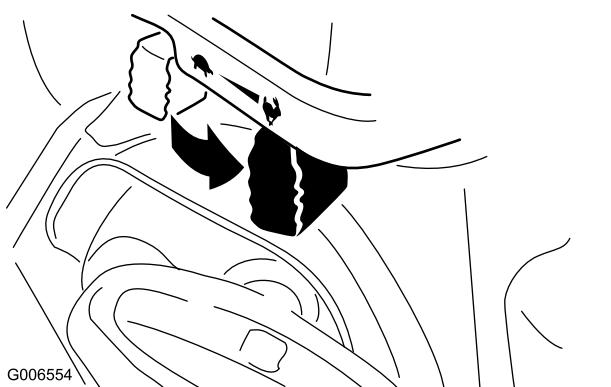

Figura 22
6. Mettete l'acceleratore in posizione Fast (Figura 22).